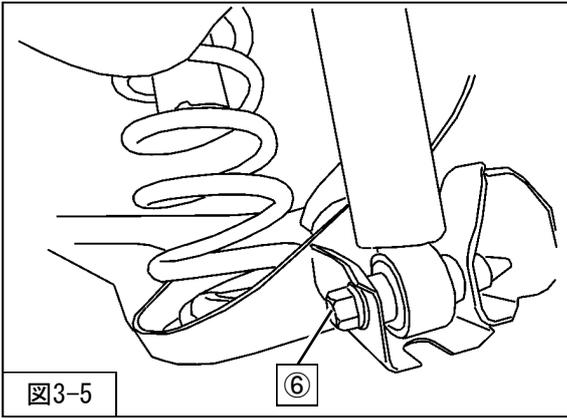

図3-5
⑥
6. ⑥リアショックアブソーバASSYロア取付ボルトを取外してください。(図3-5)
8. ジャッキを下げ、アクスルビームを押し下げ、スプリング・アップアマウンティングラバーを取外してください。(図3-5)